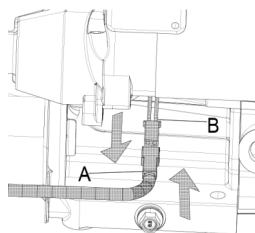

Рис. 8
- Подсоедините провод (A) от панели к проводу (B), выходящему из двигателя (Рис. 8).